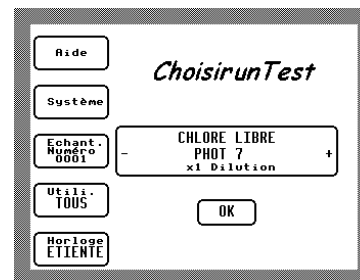

Fig 4 - Écran principal
Maintenez la pression sur l'interrupteur de marche qui se trouve au bas de l'instrument, sur le côté droit au dos de cet instrument, jusqu'à ce qu'un bip se fasse entendre. Après les vérifications initiales de diagnostic, l'écran principal apparaît – consulter la Fig 4 :
- Appuyez sur **+** et **-** pour augmenter ou diminuer le numéro de test PHOT (voir Fig 4) ou